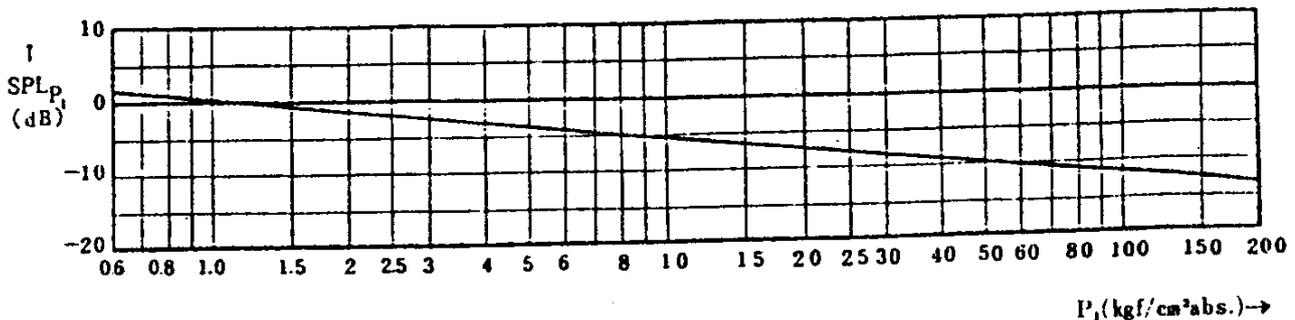

图8 调节阀进口侧压力噪音声压级的修正值
$SPL_{P1}$  = 根据阀进口侧压力所整理出来的值（参照图 8）
计算出  $SPL_{P_1}$  ----- 用  $P_1$  从图 8
$\text{SPL}_{\text{pl}}=-6 \text{ dB}$  ( $P_1=10 \text{ kgf/cm}^2 \text{ (A)}$ ) ---- 图 8)